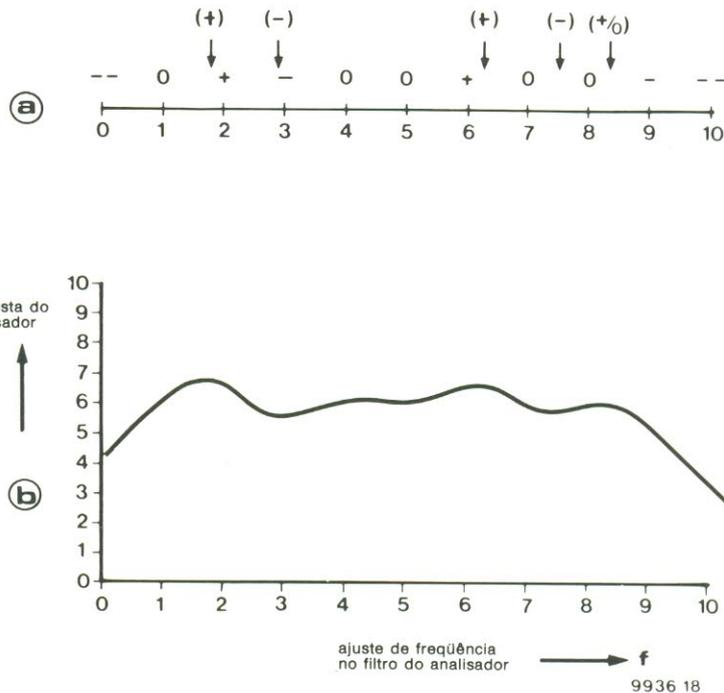

figura 18 — Exemplo de como se pode levantar acusticamente a resposta do ambiente usando fones.
4. Prosseguindo com este método de ajuste, todos os filtros do equalizador devem ser ajustados para o máximo Q. Com o auxílio do analisador, detecta-se o primeiro pico (que na figura 18 está localizado entre os pontos 1 e 2), ajusta-se o primeiro filtro do equalizador no corte máximo e sua frequência central coincidindo com o topo do pico. Controla-se então o nível de atenuação introduzida por esse filtro, até que o nível emitido pelos fones e falantes pareça o mesmo. Repete-se o processo com os demais filtros do equalizador, tentando cobrir as maiores irregularidades da resposta (deixando de lado, como sempre, as deficiências da região média do espectro).
os fones (logo abaixo do ponto 1, na figura 18); ajusta-se então o filtro do controle de graves do equalizador em sua freqüência mais baixa e para o máximo corte. Eleva-se agora gradualmente a freqüência de transição, até que os falantes emitam um sinal ainda mais baixo. Repete-se o mesmo procedimento para o controle de agudos do equalizador (no caso da figura 18, o ponto de referência seria logo em seguida ao ponto 9).